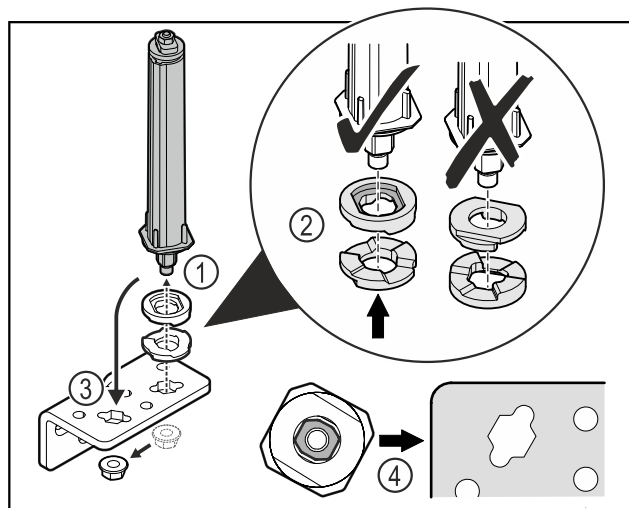

Fig. 41
- ▶ Uvoľnite maticu a odstráňte systém zatvárania dverí Fig. 41 (1).
- ▶ Dbajte na správne vyrovnanie podložiek na výškové prestavenie Fig. 41 (2).
- ▶ Premiestnite systém zatvárania dverí v uholníku závesu a zafixujte ho maticou Fig. 41 (3).
- ▶ Dbajte pri nasadzovaní na správne vyrovnanie systému zatvárania dverí Fig. 41 (4).